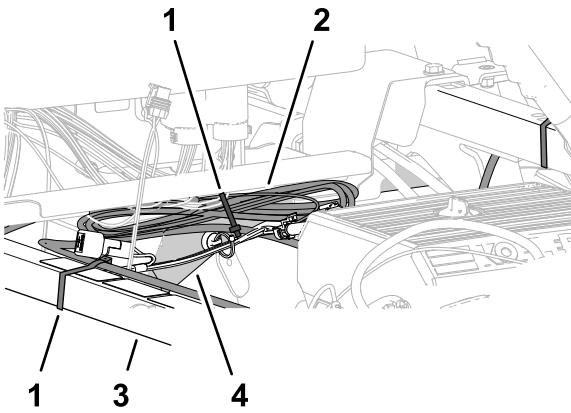

Figura 213
1. Raccolgete la lunghezza in eccesso del cablaggio dati contro il tubo del telaio superiore di destra (Figura 213).
2. Allineate il cablaggio dati sul tubo di supporto dell'ammortizzatore e fissate il cablaggio al tubo con una fascetta per cavi (Figura 213).
3. Allineate il fascio del cablaggio dati sul tubo del telaio superiore di destra e fissate il fascio del cablaggio sul tubo del telaio con una fascetta per cavi (Figura 213).